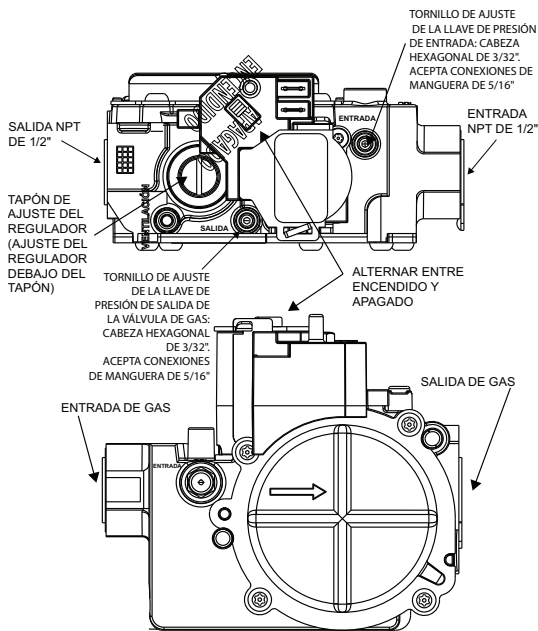

Fig. 60 – Válvula de control del gas
- b. Afloje el tornillo de ajuste en la llave de presión de la torre de salida no más de una vuelta con una llave hexagonal de 3/32 in. (consulte la Fig. 60)